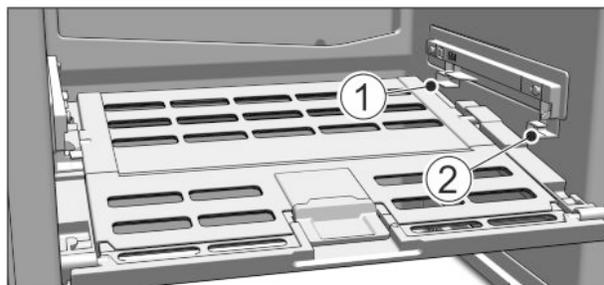

Fig. 17
- ▶ Mettre en place le couvercle du compartiment Fruit & Vegetable : Introduire les rainures du couvercle en bas dans le support arrière Fig. 17 (1) et les insérer dans le support Fig. 17 (2).